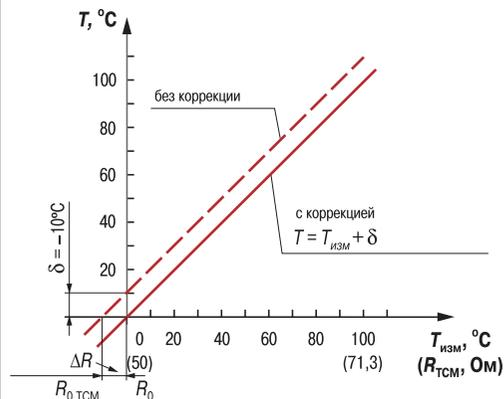

Рис. 10
3.2.5.2. Для компенсации погрешностей  $\Delta R = R_0 - R_{0,TCM}$ , вносимых сопротивлением подводящих проводов  $R_{TCM}$  при использовании двухпроводной схемы подключения термопреобразователей сопротивления к каждому измеренному значению параметра  $T_{изм}$  прибавляется заданное пользователем значение  $\delta$  («сдвиг характеристики»). На рис. 10 приведен пример сдвига характеристики для датчика TCM50M,  $W_{100} = 1,426$ .